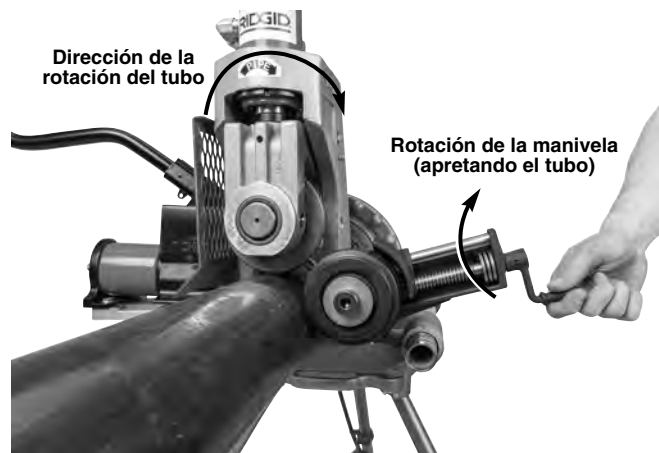

Figura 17 – Posicionamiento del estabilizador
El estabilizador se puede usar solamente si el accionamiento motorizado o la roscadora tienen el conmutador REV/O-OFF/FOR en la posición REV. La rotación del tubo está marcada en la ranuradora (vea la *Figura 17*). Si se usa con el conmutador REV/O-OFF/FOR en la posición FOR, el tubo hace una espiral y se sale de los rodillos de la ranuradora.
3. Haga rotar la manivela del estabilizador para que el rodillo se ponga en contacto con el tubo. Dele otra vuelta completa a la manivela, para cargar el rodillo contra el tubo (*Figura 17*). No estire el cuerpo sobre el tubo para ajustar el estabilizador.